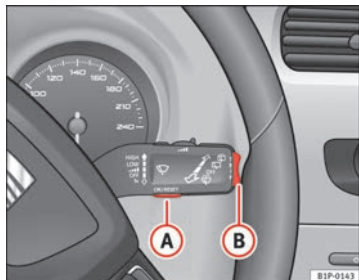
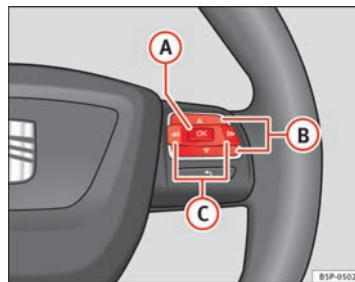

Abb. 43 Scheibenwischerhebel: Taste A zum Bestätigen von Menüpunkten und Wippe B zum Wechseln der Menüs
Abb. 44 Bedienelemente am Lenkrad: Taste A zum Bestätigen der Menüpunkte und Tasten B zum Wechseln der Menüs
- Zum Aufrufen des Menüs „Einstellungen“ drücken Sie die Taste **C** ⇒ **Abb. 44**, bis die entsprechende Anzeige am Display erfolgt. Nun befinden Sie sich in diesem Menü.
- Zum Umschalten zwischen den Speichern drücken Sie bei eingeschalteter Zündung kurz die Taste **[A]** ⇒ Abb. 43 ⇒ Seite 68 am Scheibenwischerhebel oder die Taste **[OK]** am Multifunktionslenkrad ⇒ Abb. 44 ⇒ Seite 68.
In der Multifunktionsanzeige können Sie durch Betätigen der Wippe **B** ⇒ **Abb. 43** ⇒ Seite 68 am Scheibenwischerhebel oder durch Drücken der Taste **Δ** bzw. **▽** ⇒ **Abb. 44** am Multifunktionslenkrad* die folgenden Daten abfragen.